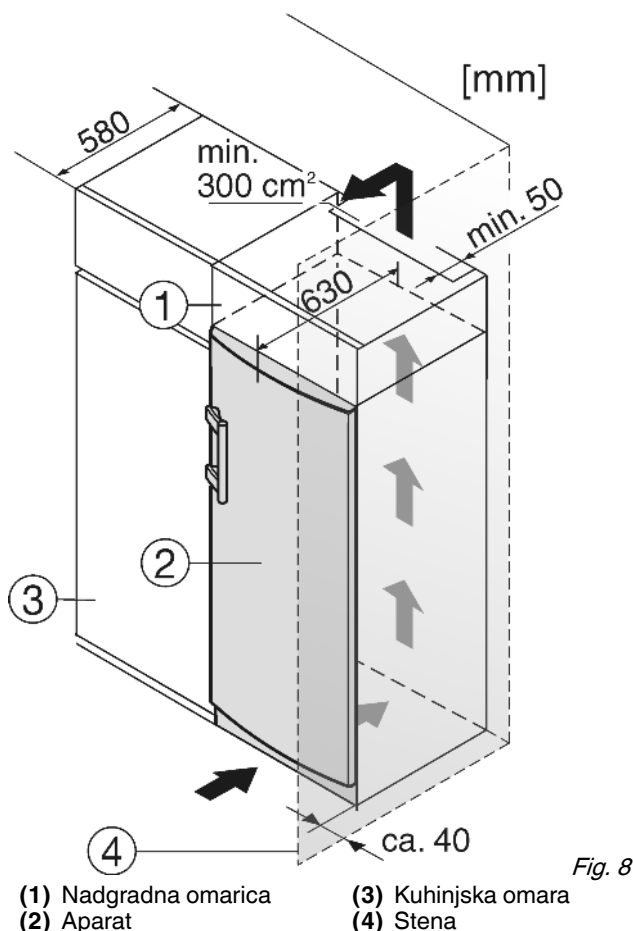

Fig. 8
- (1) Nadgradna omarica
- (2) Aparat
- (3) Kuhinjska omara
- (4) Stena
Okoli naprave lahko vgradite kuhinjske omare. Za poravnavo naprave Fig. 8 (2) s kuhinjskimi elementi lahko nad napravo postavite ustrezno nadgradno omarico Fig. 8 (1).
Pri vgradnji aparata v kuhinjske omarice (globina največ 580 mm) lahko aparat postavite direktno ob kuhinjsko omarico Fig. 8 (3). Vrata aparata so ob strani postavljena 34 mm in na sredini 50 mm od čelne stranice kuhinjske omarice. Tako se vrata brezhibno odpirajo in zapirajo.
Če aparat s tečajji postavite poleg stene Fig. 8 (4), mora razdalja med aparatom in steno znašati najmanj 40 mm. To ustreza velikosti ročaja pri odprtih vratih.